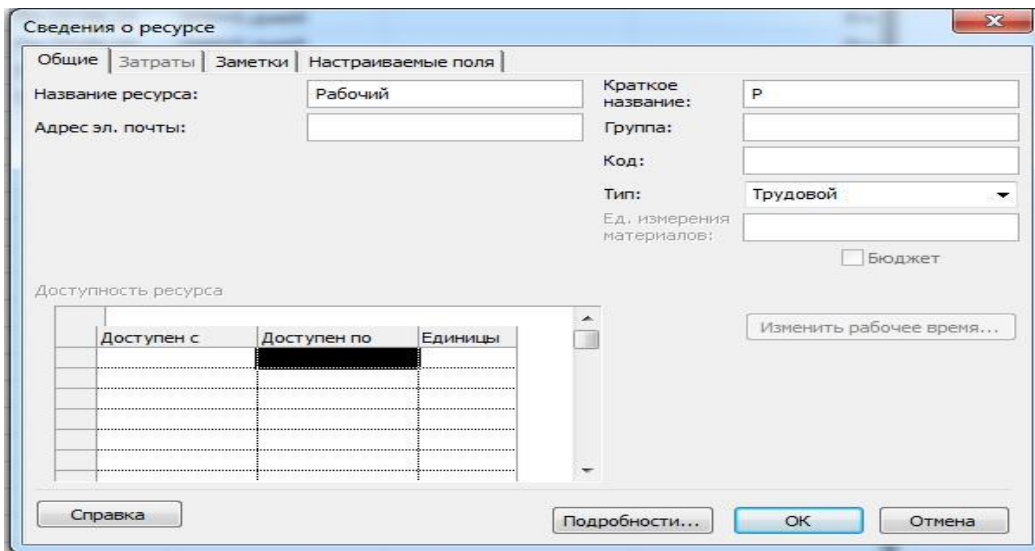

Рис. 20 Заполнение данных в окне «Сведения о ресурсе»
5) В окне «Сведения о ресурсе» заносим следующие значения(рис. 20):